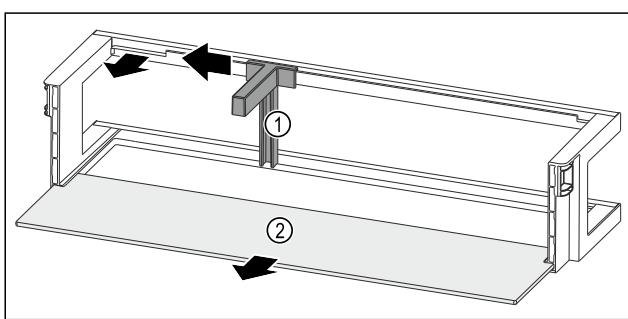

Fig. 91 Dveřní příhrádka s držákem lahví a odkládací plochou
- Držák lahví Fig. 91 (1) posuňte na stranu až k vybrání.
- Držák lahví Fig. 91 (1) odeberte.
- Odkládací plochu Fig. 91 (2) odeberte.